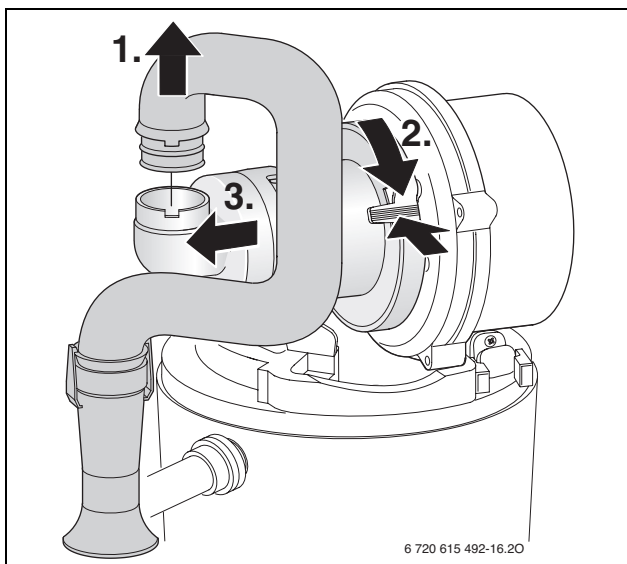

Fig. 52
- Desmontar o tubo de aspiração e retirar o tubo de gás do dispositivo de mistura, →fig. 52.
- Desmontar o dispositivo de mistura [1] conforme a fig. 52.
- Verificar se a membrana (2) está suja ou apresenta fissuras.